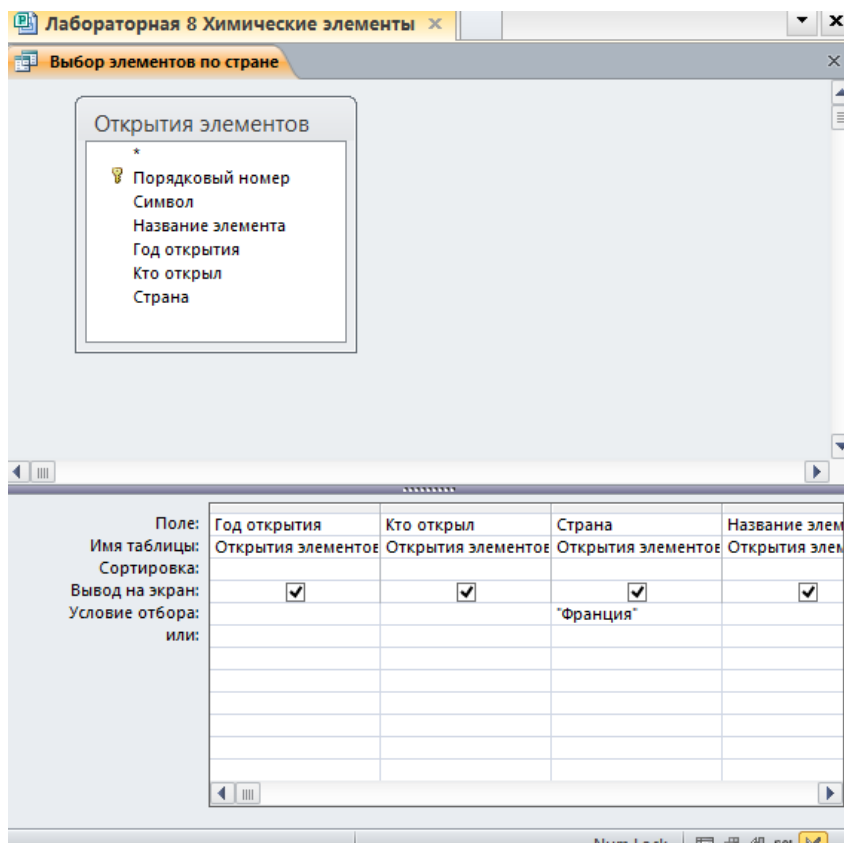

Рисунок 63 – Задание условий отбора
4. Задайте условие отбора для поля *Страна* (рисунок 63). В соответствующую строку введите: *Франция*. Теперь из таблицы будут выводиться Все элементы, открытые во Франции